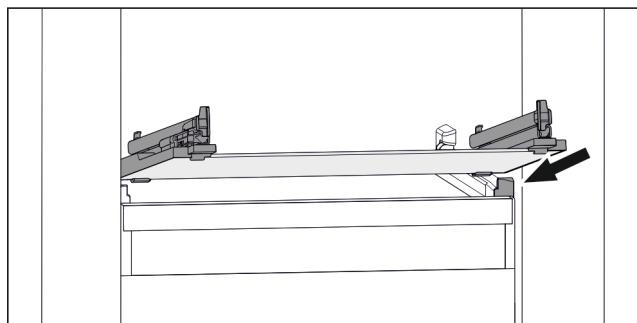

Fig. 73 Primjerni prikaz staklene ploče
- Stavite ladicu ukoso iza zaustavljača. (pogledajte Fig. 73)